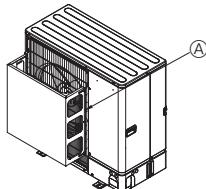
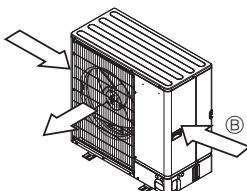

Fig. 2-5
Fig. 2-6
- ② U míst, kde může silný vítr (tajfun atp.) vstupovat přímo do výstupu vzduchu, namontujte volitelné vedení vzduchu. (Fig. 2-5)
- ④ Vedení výstupu vzduchu
- ③ Pokud je to možné, umístěte jednotku tak, aby se výstup vzduchu nacházel v pravém úhlu směrem k obvyklému směru větra. (Fig. 2-6)
- ④ Směr větru